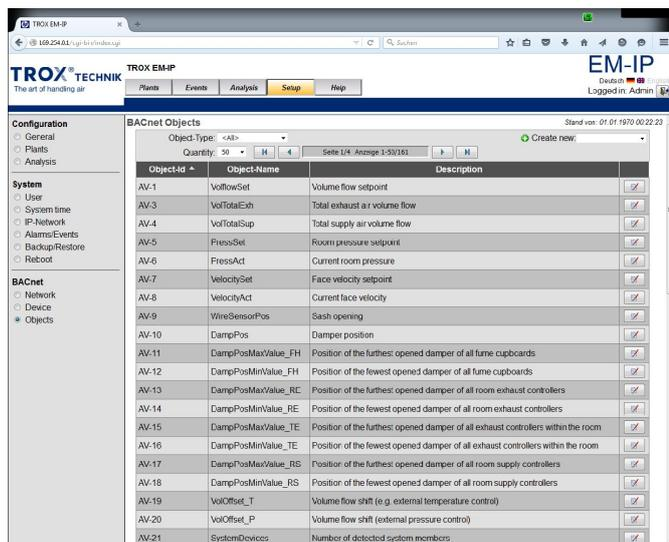

Fig. 40 : Objets BACnet
- Le menu « Objets BACnet » (Fig. 40) s'affiche.